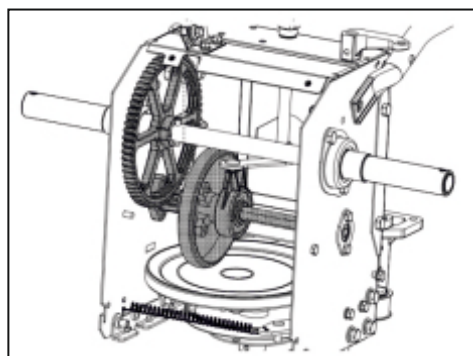

Рис.21
2. Нанесите легкое покрытие всепогодной многоцелевой смазки на шестигранный вал. См. Рис. 21.